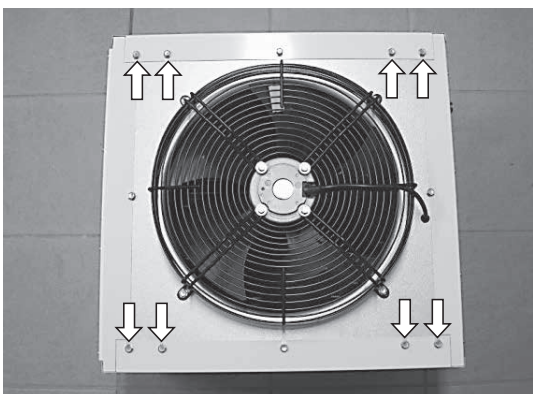

Bild 10
1. Lossa de åtta skruvarna som markerats med pilar enl. bild 10.